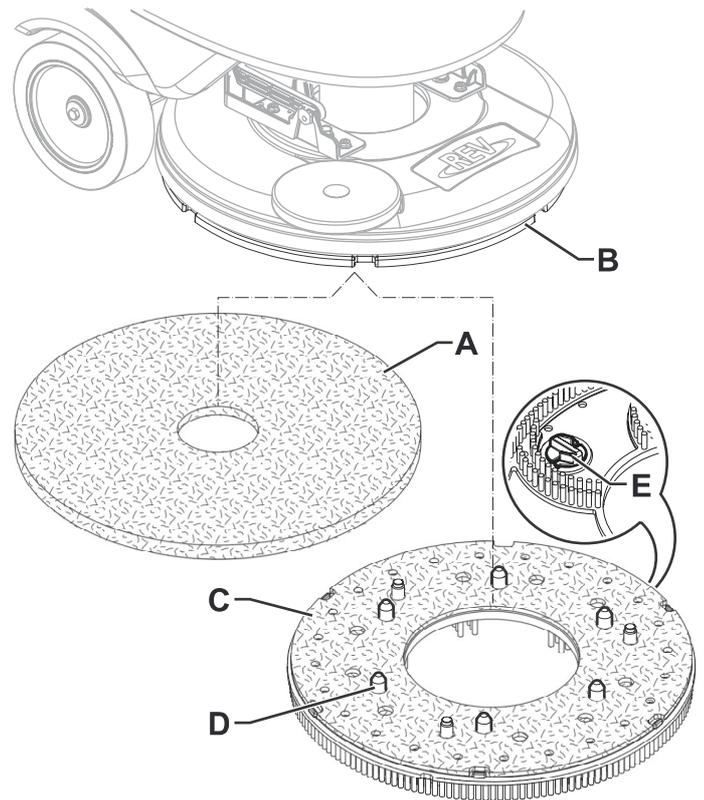

Abbildung 3
1. Sicherstellen, dass der REV-Kopf (37) angehoben ist.
2. Das Gerät mit der Taste (42) ausschalten und den Bedienschlüssel abziehen (51).
3. Je nach auszuführender Bodenbehandlung Pad (A, Abb. 3) oder Bürste (C, Option) wie folgt installieren:
- Pad (A) unter dem Kopf positionieren und andrücken, bis es auf dem Klettelement auf der Mitnehmerscheibe (B) haftet.
- Die Bürste (C, Option) unter dem Kopf positionieren, sodass die Zentrierstifte (D) mit den entsprechenden Öffnungen in der Mitnehmerscheibe (B) übereinstimmen und dann die Bürste mit den drei Befestigungsschrauben (E) festmachen.